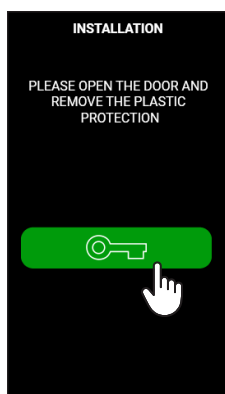

fig.7
- Desbloquee la puerta pulsando el botón verde (fig.7);